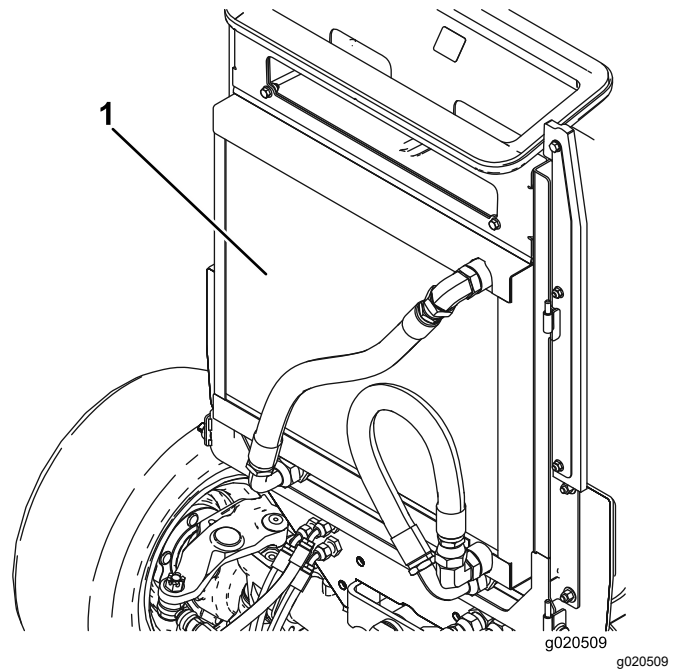

Figura 112
4. Limpie a fondo ambos lados del enfriador de aceite y del radiador con aire comprimido (Figura 112).